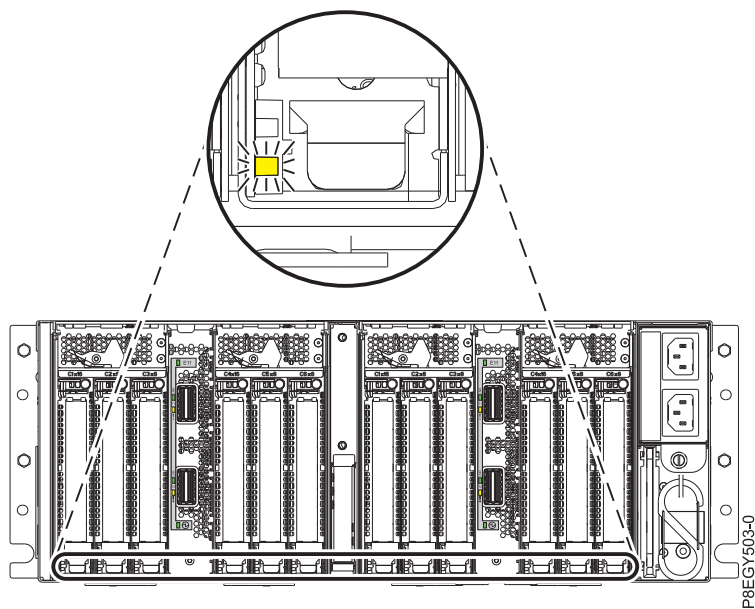

Figura 48. Ubicación del LED de identificación o error de color ámbar (LED inferior) del adaptador PCIe en el cajón de expansión PCIe3
9. Busque el LED de error ámbar (LED inferior) intermitente que ha habilitado para identificar la ranura de adaptador PCIe. Consulte el apartado Figura 48.